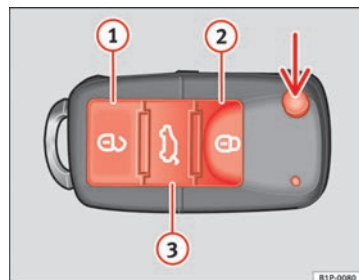

Fig. 63 Botões da chave com telecomando
Com a tecla → fig. 63 (seta) do comando, destranca-se o palheto da chave.
Destrancagem do veículo ☞ fig. 63 ①. As portas e o porta-bagagens são destrancados.
Trancagem do veículo ☞ fig. 63 ②.
Destrancagem do porta-bagagens. Pressione o botão ☞ fig. 63 ③ até que todos os indicadores de mudança de direcção do veículo pisquem durante breves segundos. Ao premir o botão de destrancagem ☞ ③, dispõe de 2 minutos para abrir o porta-bagagens. Uma vez decorrido este tempo, será novamente trancado.
Além disso, o indicador luminoso da pilha da chave → fig. 63, começa a piscar.
- Premir a tecla  ⇒ página 105, fig. 63 do comando à distância.